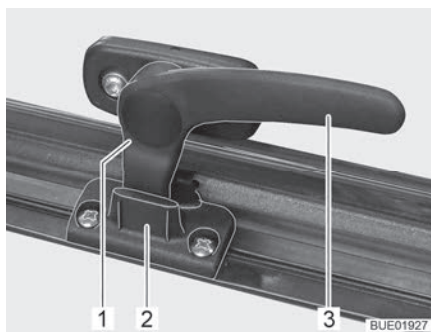

Bild 12 Låsarm i läget "kontinuerlig vädning"
- I läget "kontinuerlig vädning" (Bild 12)
- Sväng låsarmen (Bild 12,3) ett kvarts varv mot fönstrets mitt.
- Sväng låsarmen ett kvarts varv mot fönsterkarmen. Därvid måste låsspaken (Bild 12,1) föras in i spåret på fönsterlåset (Bild 12,2).